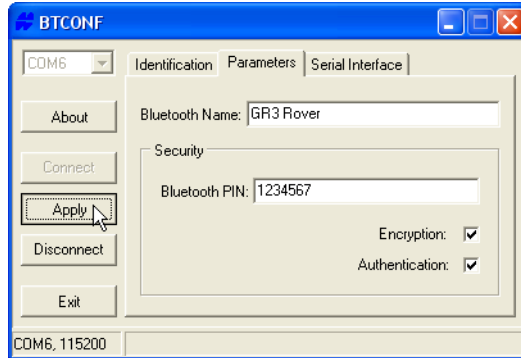

**Figura 2-22. Pestaña de Parámetros de BTCONF**
5. Haga clic en la pestaña **Parameters** (Figura 2-22). La pestaña Parameters define la información de identificación y seguridad de su módulo Bluetooth. La sección de seguridad le permite definir datos de seguridad y los parámetros de acceso no autorizado para el módulo Bluetooth.